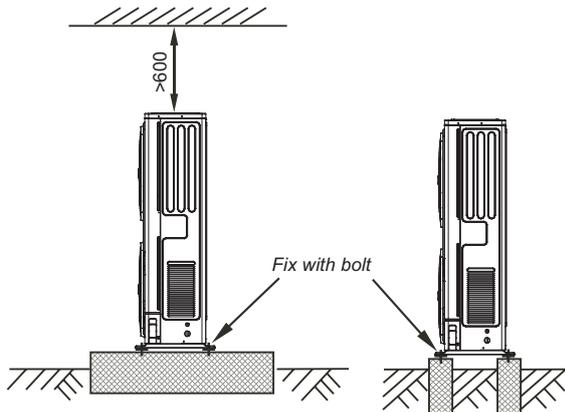

Fig.3-5
- Haga una base de hormigón de acuerdo con las especificaciones de la unidad exterior (Consulte Fig.3-5).
- Fijar los pies de la unidad con pernos con firmeza para evitar que se cuela en caso de terremoto o de fuerte viento. (Consulte Fig.3-5)